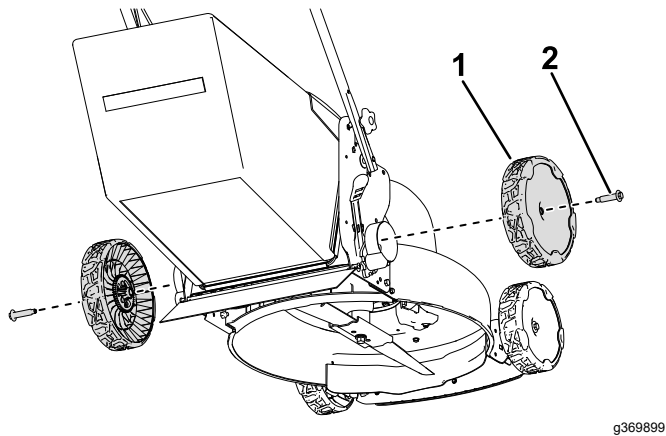

Figura 4
1. Utilize os parafusos previamente removidos para prender a roda à máquina (Figura 4).